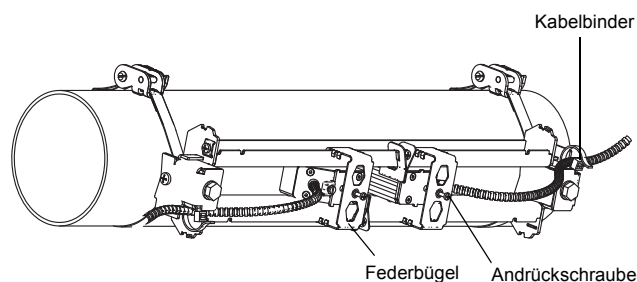

Abb. 9.46: Sensoren in Schiene
- Schieben Sie die Federbügel über die Sensoren (siehe Abb. 9.46).
- Fixieren Sie die Sensorkabel mit einem Kabelbinder, um Sie vor mechanischer Belastung zu schützen (siehe Abb. 9.46).